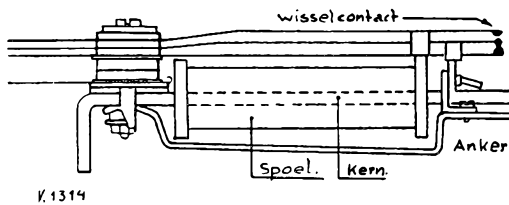

Fig. 1. Vlakanker-relais
Het neutrale relais wordt wel het meest toegepast en komt in verschillende uitvoeringen voor, o.a. als vlakanker- en hoekankerrelais. Het eerste is van Duitse origine, het hoekankerrelais wordt meer in Engeland en Amerika toegepast (zie fig. 1 en 2). Naast het magnetische circuit, dat gevormd wordt door juk, kern, anker (en spoel) bevat het nog de onontbeerlijke contactveren, die tezamen het veerpakket vormen en die door het anker worden bediend. Verder bevat het relais nog een zgn. kleefstift van niet magnetisch geleidend materiaal tussen anker en kern, zodat in aangetrokken stand tussen deze nog een kleine opening blijft bestaan. Dit om te voorkomen, dat het anker tegen de kern blijft kleven als gevolg van het remanent magnetisme. De constructie wordt door de fabrikanten universeel gehouden, zodat de verschillende typen alleen in spoel en veerpakket verschillen. Van een paar relais mits van het zelfde fabrikaat, kunnen we er zodoende meestal een samenstellen, die aan ons doel beantwoordt. door de ontbrekende contactveren van de één op de andere over te planten.
2. *Snel afvallen.* Voor een snel afvallend relais — dus kleine afvaltijd — is nodig een grote veerbelasting (tegendruk van de contactveren), een dikke kleefstift en een kleine stroomzekerheid. Verder is ook hier weer een kleine zelfinductie van de wikkeling gewenst. Moet het relais zowel snel opkomen als snel afvallen, dan moeten we een compromis tussen genoemde grootheden zoeken. Voor een normaal neutraal relais, zoals van fig. 1 en 2, bedragen de kleinste te bereiken opkom- en afvaltijden ongeveer 10 m/sec.